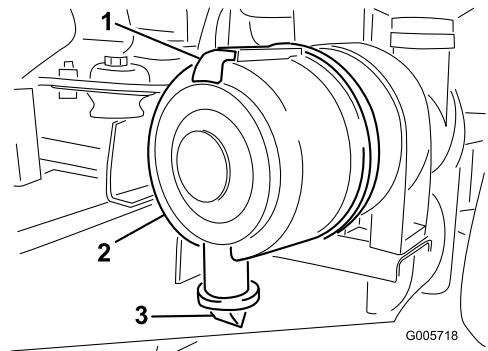

Figura 44
1. Puxe o trinco para fora e rode a cobertura do filtro de ar no sentido contrário ao dos ponteiros do relógio (Figura 44).
4. Limpe a porta de ejecção de sujidade que se encontra na tampa amovível (Figura 44). Retire a válvula de saída em borracha para fora da tampa, limpe a cavidade e volte a colocar a válvula de saída.